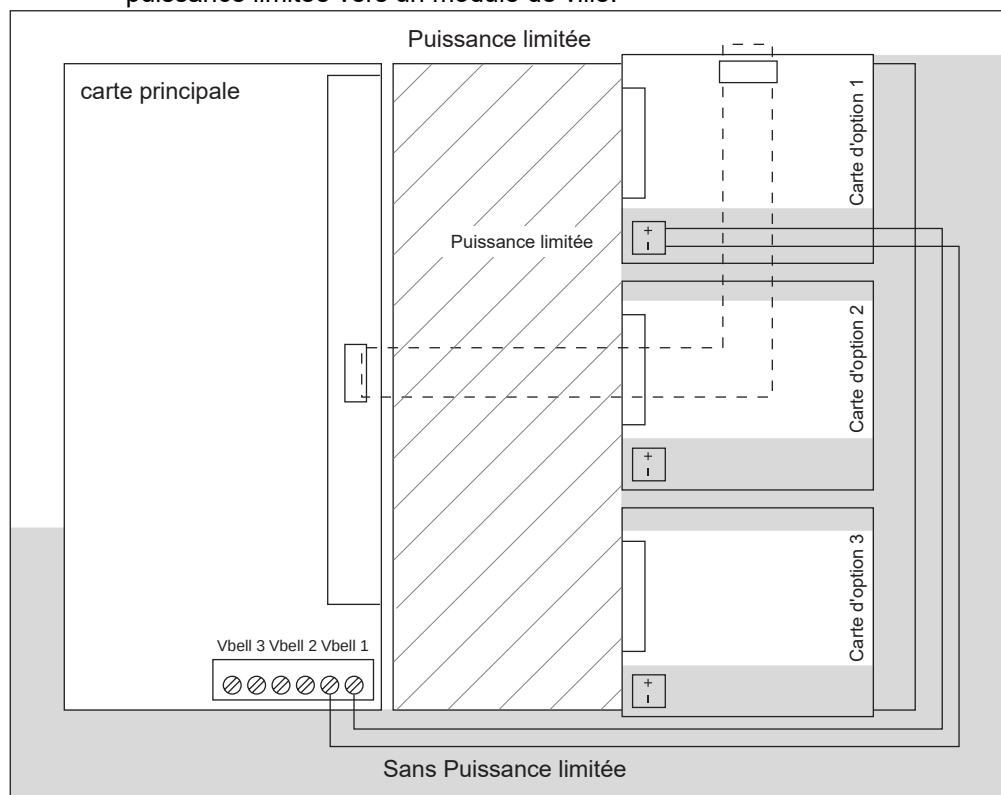
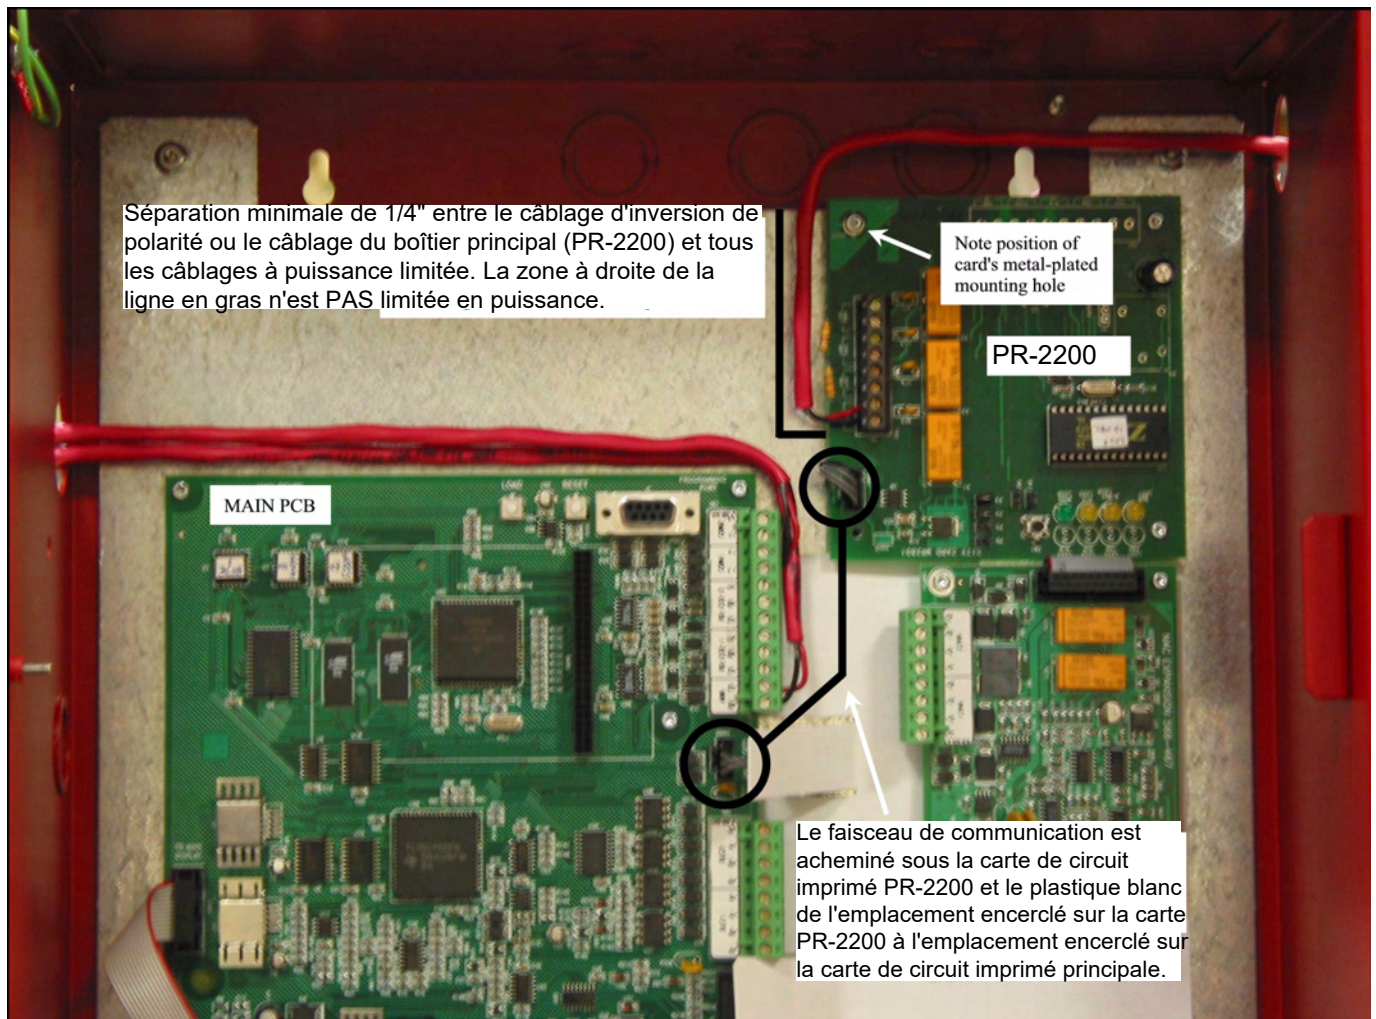

Figure 2: Diagramme de câblage de puissance limitée
Figure 3: Câblage à puissance limitée, module de ville
- La figure 2 montre les zones de l'armoire dans lesquelles le câblage à puissance limitée/non limitée peut être acheminé. Notez que l'emplacement étiqueté Carte d'option 1 n'est pas destiné à la Ville (PR-2200). Il y a un emplacement au-dessus de la carte optionnelle 1 qui est utilisé pour cette carte. La figure 3 montre l'acheminement du câblage à puissance limitée vers un module de ville.